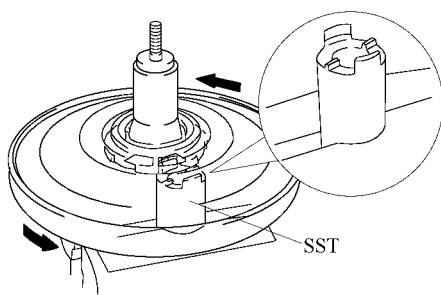

图 15-36 从加力器活塞上拆下膜片
(5) 从阀体拆下加力器活塞和膜片。用胶带包住反力盘毂夹持工具的凸出部，并将它夹到台虎钳上，然后将膜片部件放其上，逆时针方向转动直至加力器活塞从阀体上分开，从加力器活塞上拆下膜片，如图 15-36 所示。